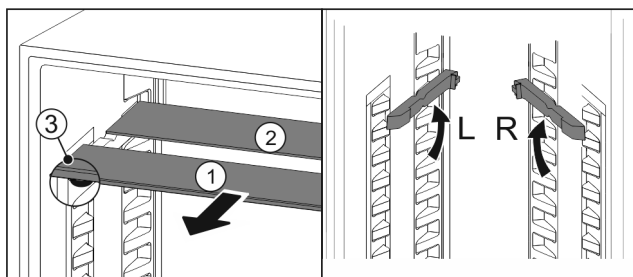

Fig. 195
- Tërhiqni një nga një pllakat e xhamit nga përpara Fig. 195 (1).
- Pllaka e xhamit Fig. 195 (1) me kornizën ndodhet përpara.
- Ndaluesit Fig. 195 (3) janë të drejtuar për poshtë.